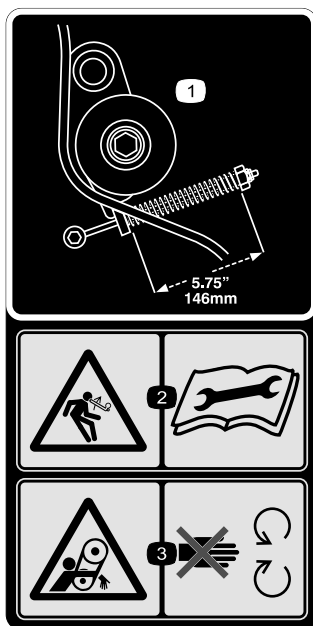

Figura 32
- Para comprobar la tensión de la correa, comprima el muelle tensor a una longitud de 146 mm (5³/₄"); consulte la Figura 32.